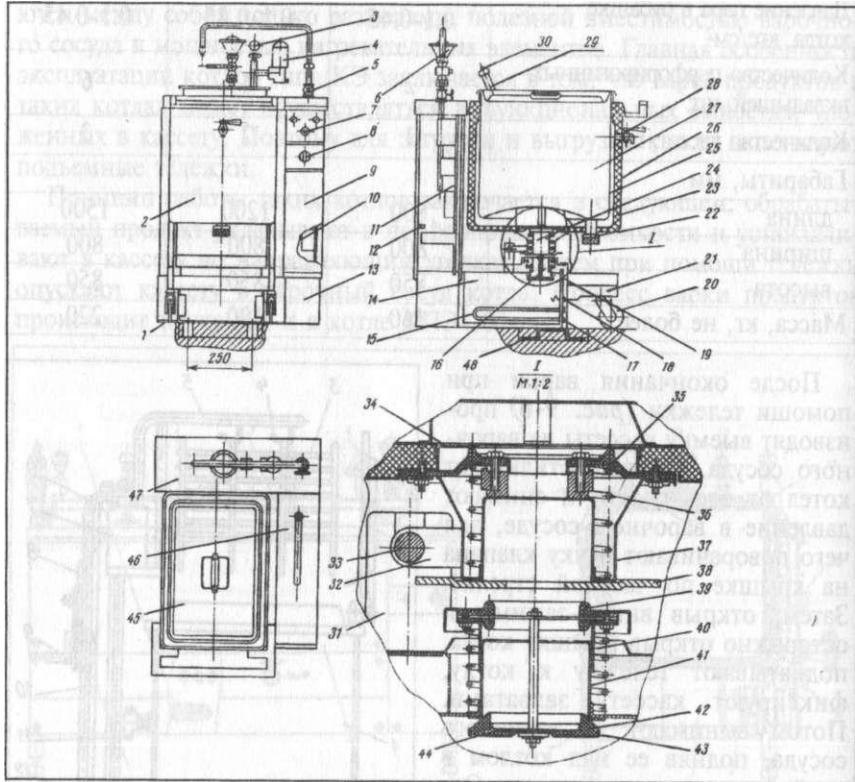

Рис. 9-7 Устройство электрическое варочное УЭВ-60
**Устройство электрическое варочное УЭВ-40 (рис. 9-7)** предназначено для варки заправочных супов, вторых и третьих блюд, гарниров, тушения овощей, а также транспортировки готовых блюд на линию раздачи, сохранения их в горячем состоянии и раздачи потребителю.